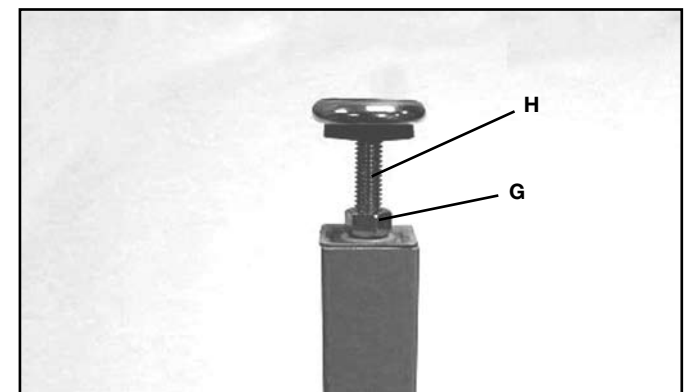

FIG. 10
- Visser le contre-écrou (G) de 3/8 po (9,5 mm) sur la vis de nivellement (H). Visser la vis de nivellement au fond de la patte de support. La figure 10 illustre le module de pied de nivellement assemblé à la patte de la table. Répéter pour assembler l'autre module de pied à l'autre patte de table. **REMARQUE :** le réglage de la hauteur se fera ultérieurement.